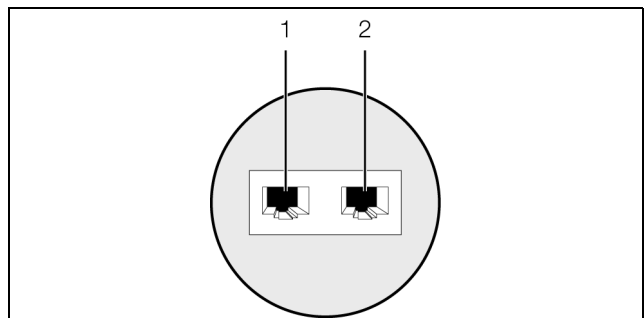

Abb. 3: Rückseite des Rauchmelders
- Verbinden Sie den Rauchmelder über ein CAN-Bus-Verbindungskabel mit einer CAN-Bus-Schnittstelle der CMC III Processing Unit bzw. der benachbarten Komponente im CAN-Bus (Abb. 3, Pos. 1).
■ Schließen Sie ggf. an der zweiten, freien CAN-Bus-Schnittstelle des Rauchmelders (Abb. 3, Pos. 2) eine weitere Komponente an (z. B. einen anderen Sensortyp).